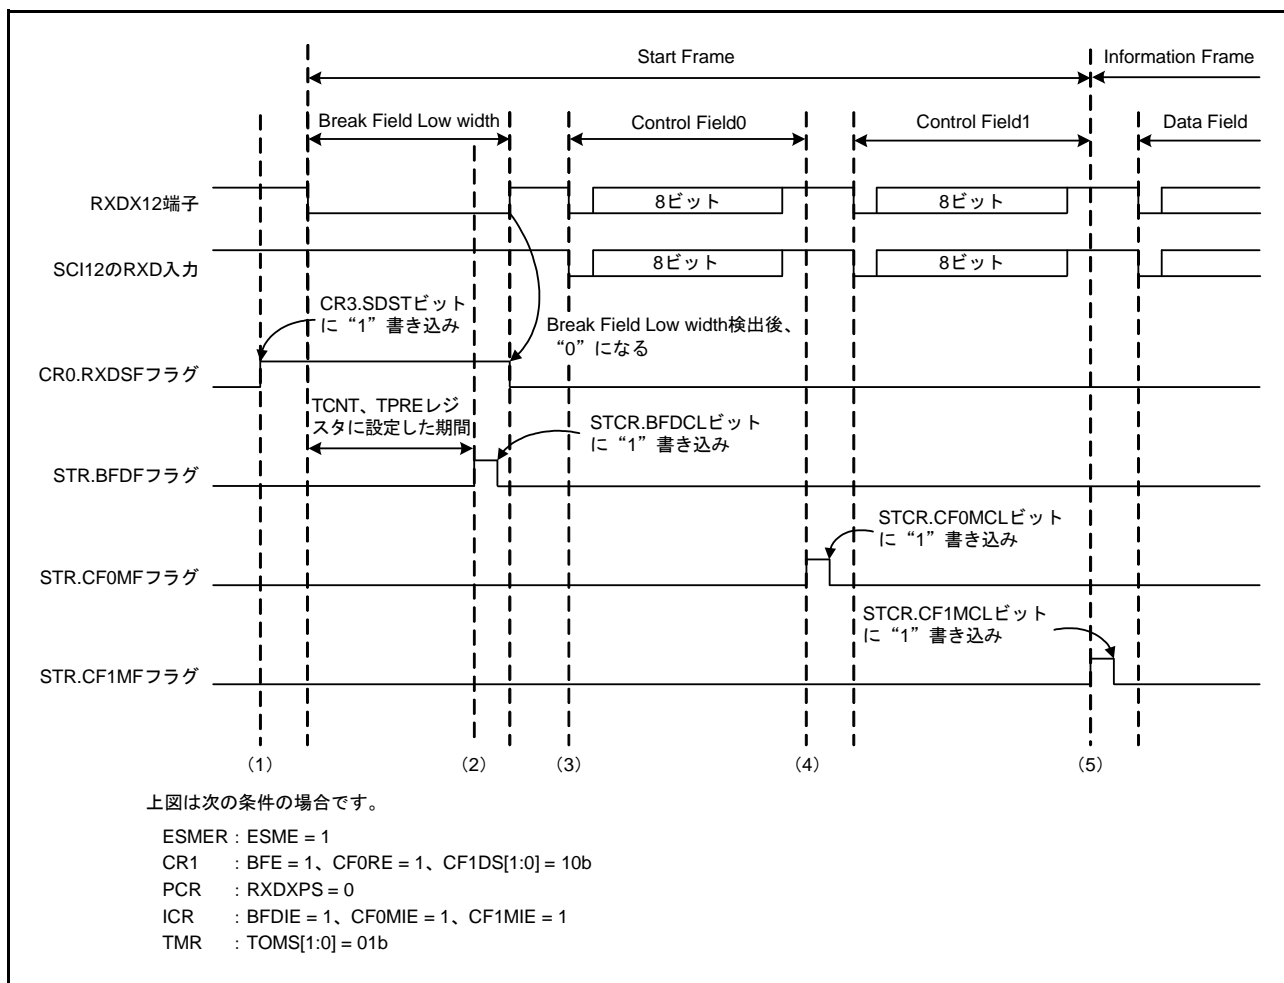
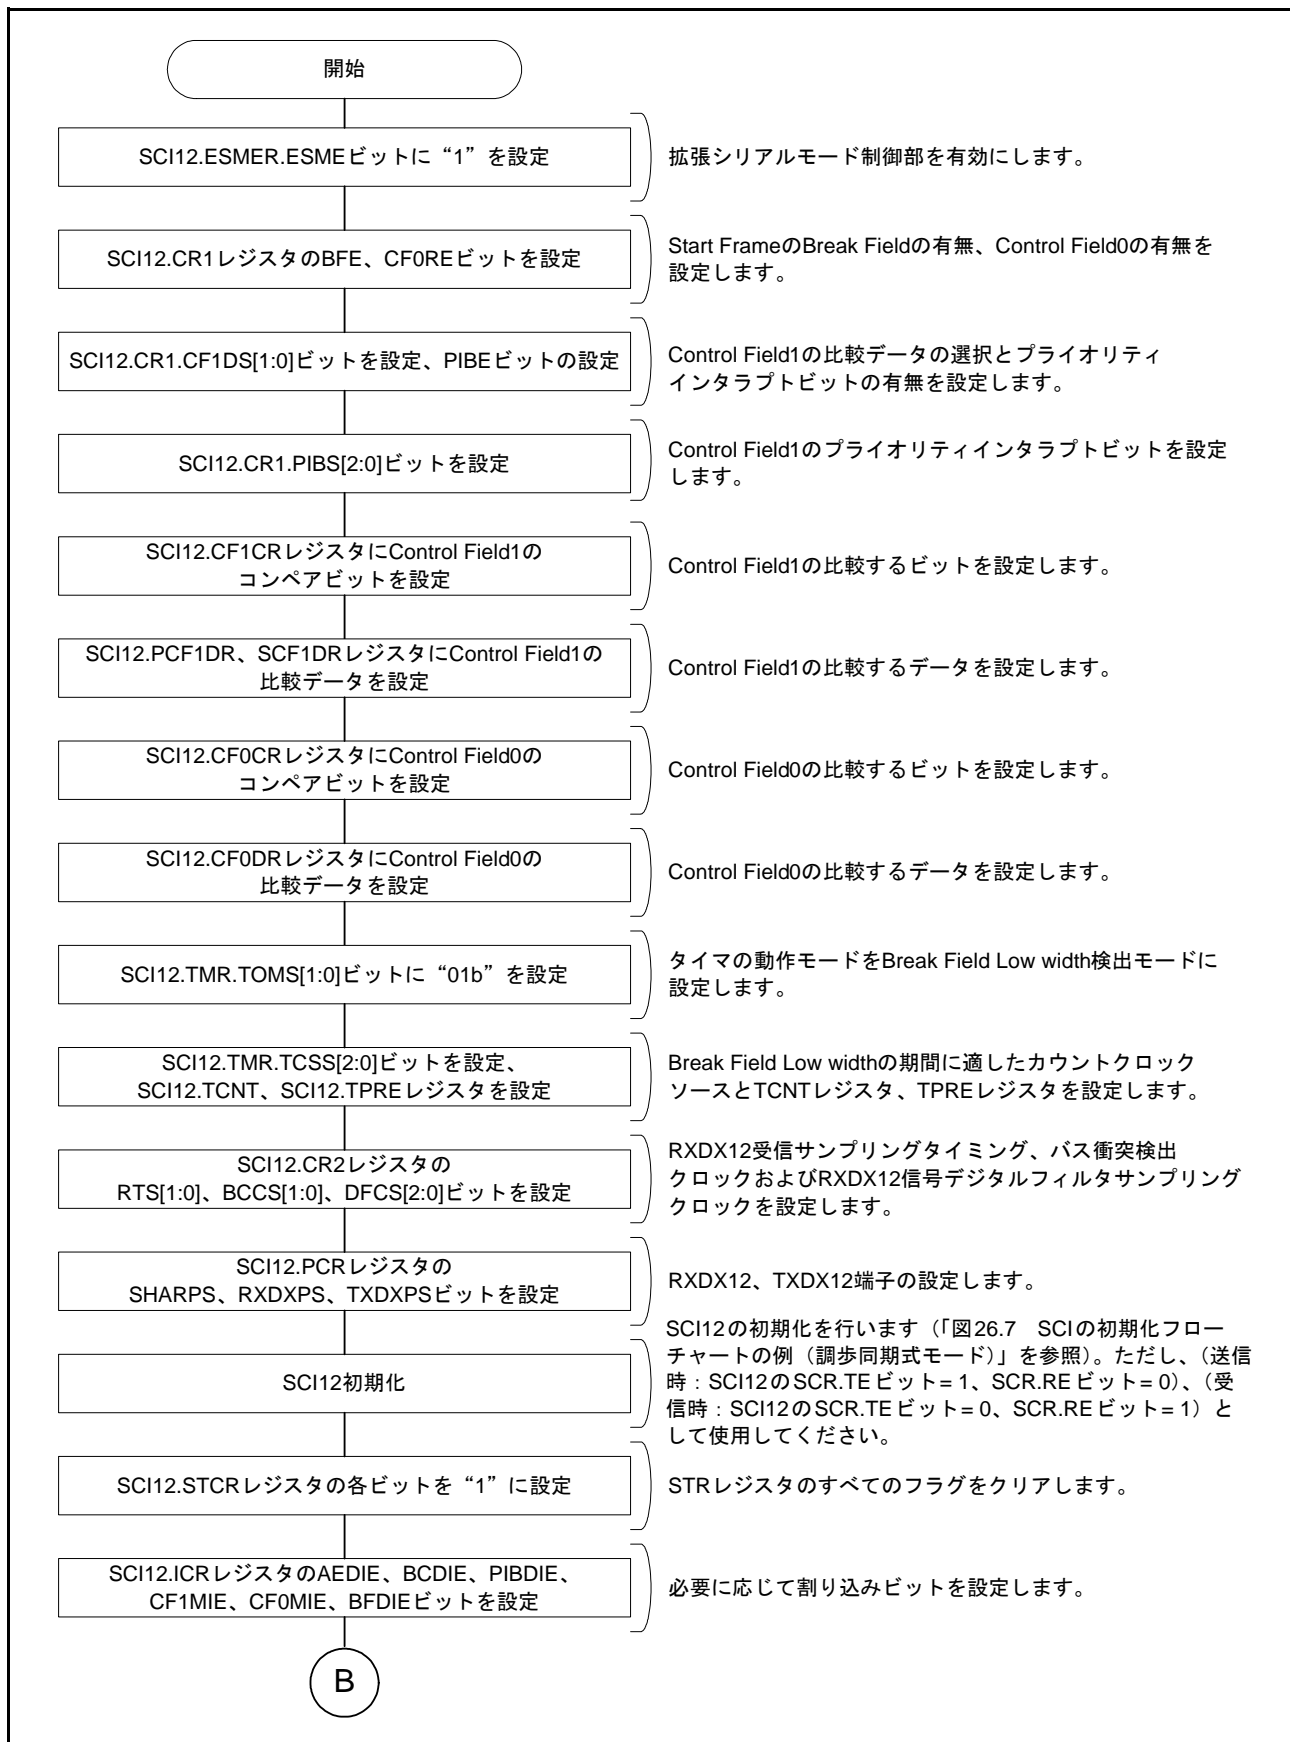
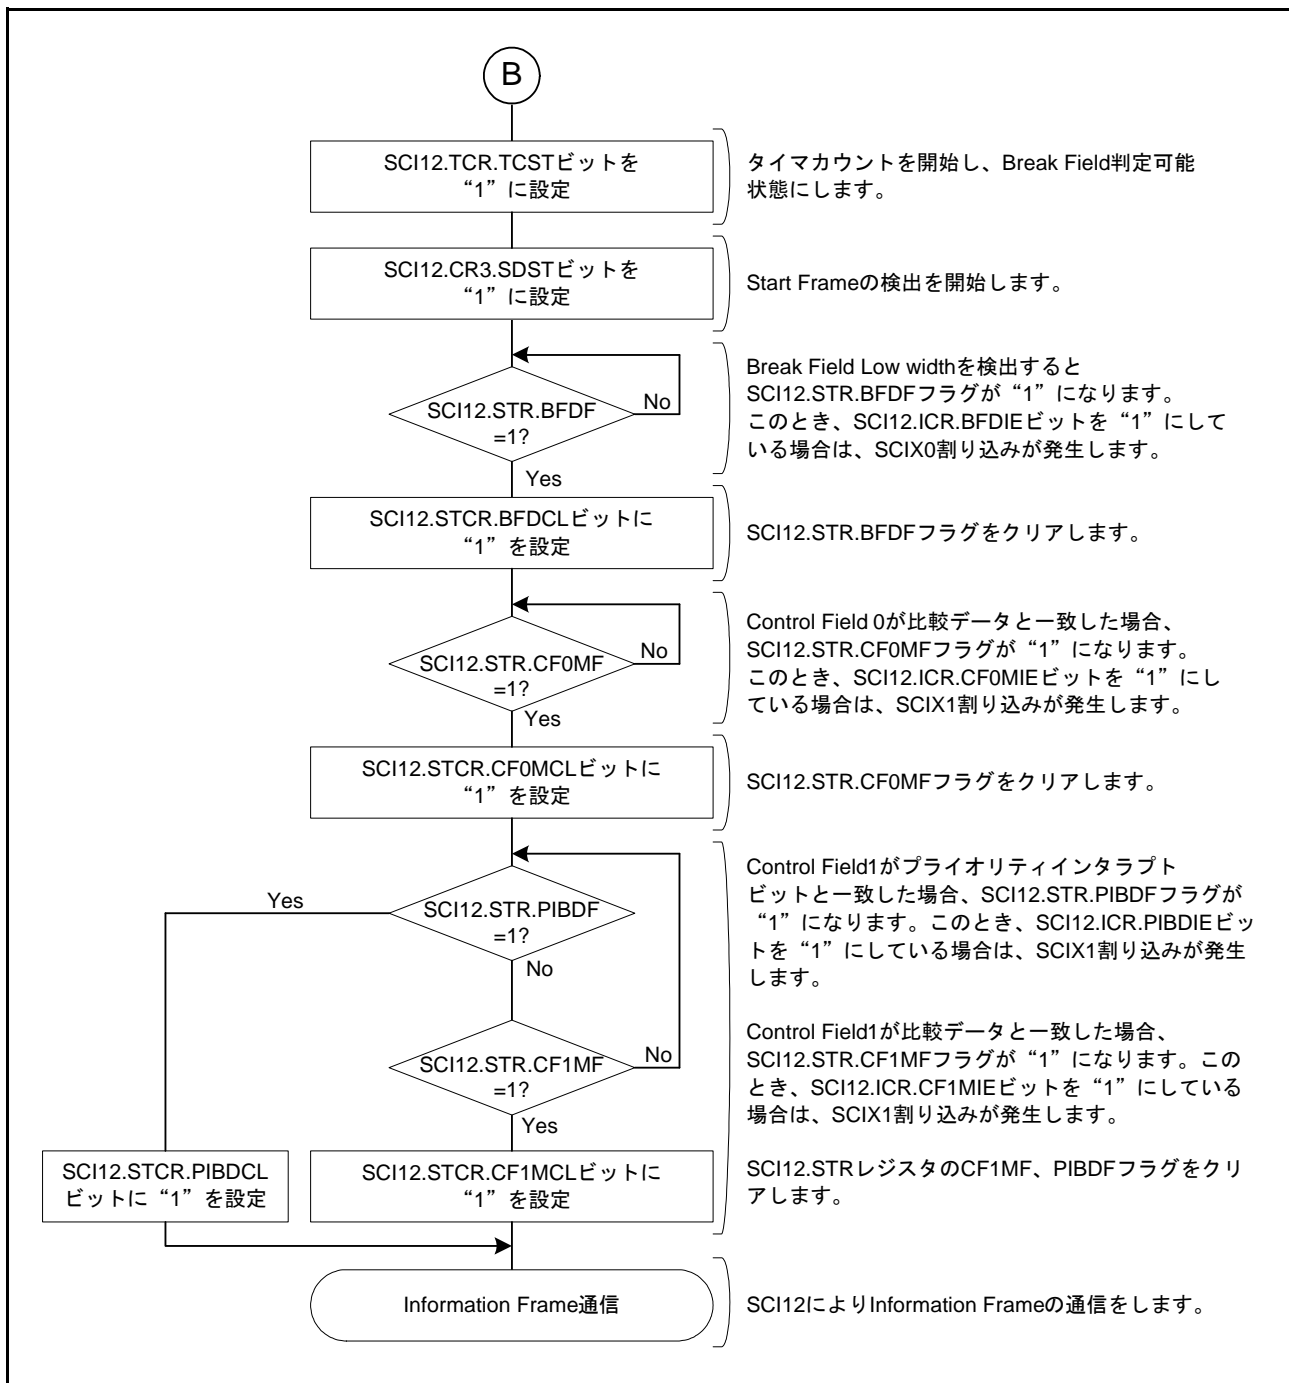
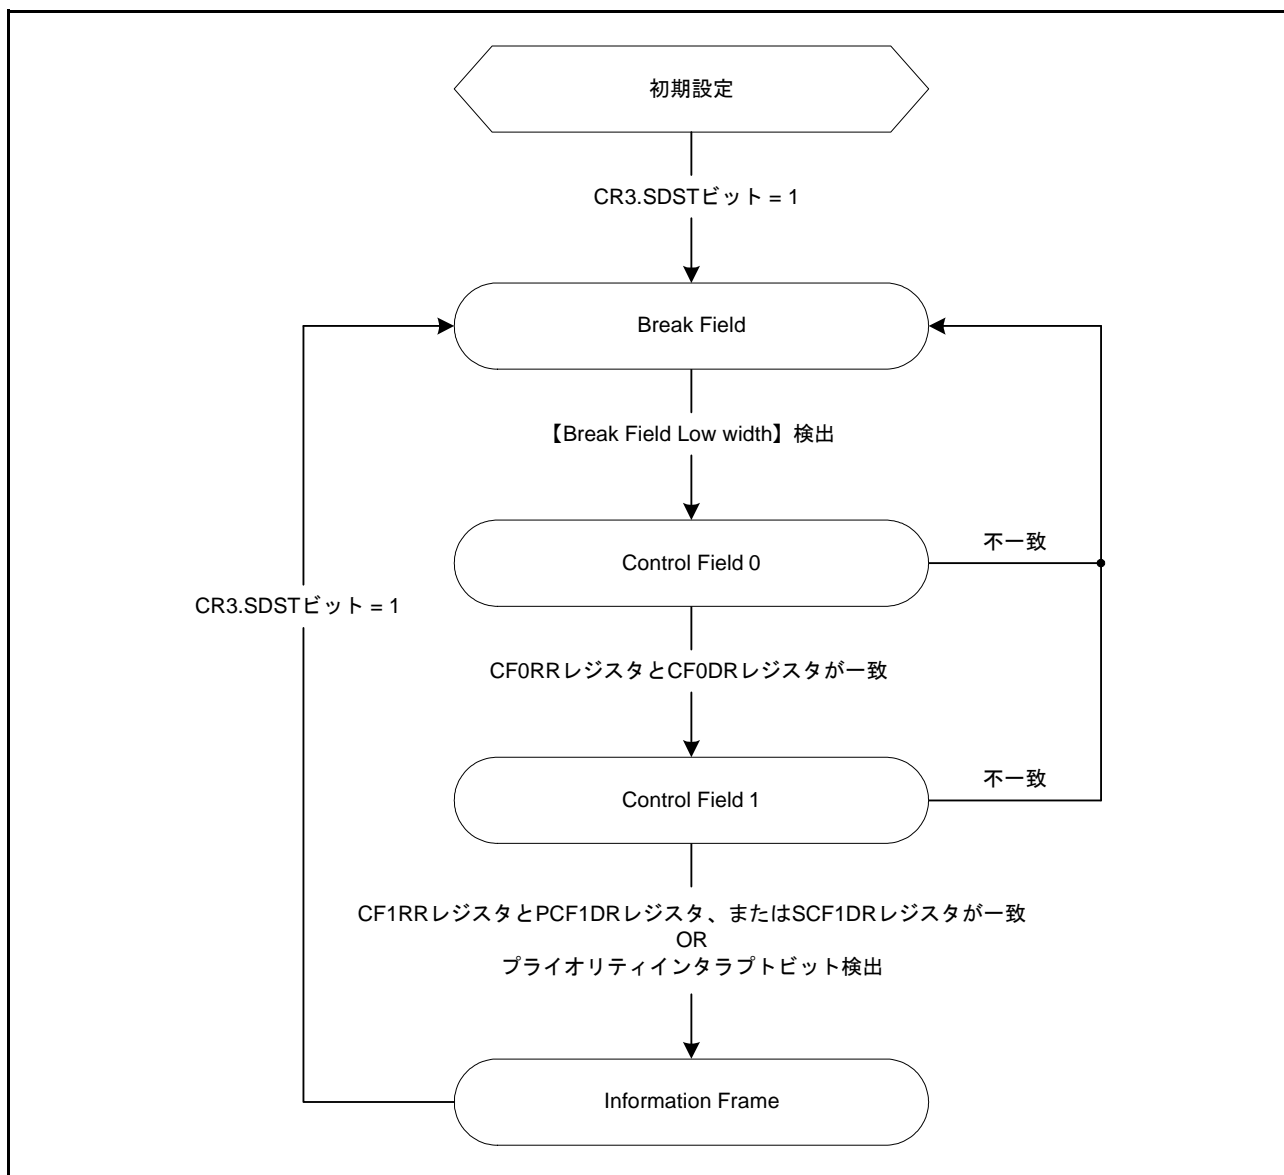

図 26.60 Start Frame 受信時の動作例
図 26.61 Start Frame 受信フローチャート例 (1)
図 26.62 Start Frame 受信フローチャート例 (2)
図 26.63 Start Frame 受信時の状態遷移図
図 26.60 に Break Field Low width、Control Field 0 および Control Field 1 で構成される Start Frame の受信時の動作例を示します。また、図 26.61、図 26.62 に Start Frame の受信を行うためのフローチャート、図 26.63 に拡張シリアルモード制御部の状態遷移図を示します。
(1)～(4) は図 26.60 の Start Frame 受信時の動作例 (1)～(4) と同様になります。
(5) CR1.PIBS[2:0] ビットで指定したビットの値が PCF1DR レジスタに設定した値と一致した場合、STR.PIBDF フラグが“1”になります。また、ICR.PIBDIE ビットを“1”にしている場合は、SCIX1 割り込みが発生します。その後、SCI12 により、Information Frame の通信を行います。Control Field 1 で受信したデータが PCF1DR レジスタまたは SCF1DR レジスタに設定したデータのどちらとも一致せず、プライオリティインタラプトビットも検出しない場合は、Break Field Low width 検出前の状態に遷移します。